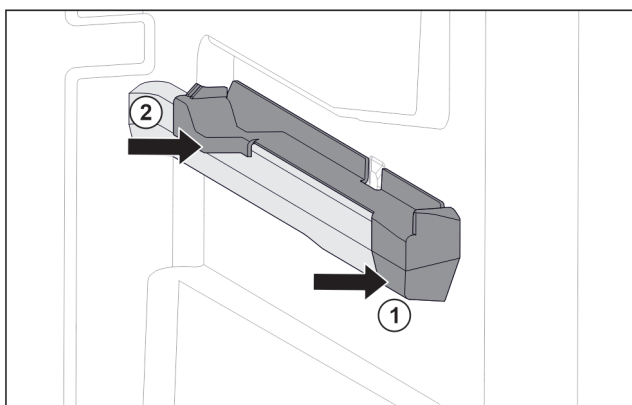

Fig. 59 Påsettsingsdel på høyre beholderribbe
- ▶ Sett på påsettsingsdel foran på beholderribben. Fig. 59 (1)
- ▶ Trykk på påsettsingsdel bak. Fig. 59 (2)